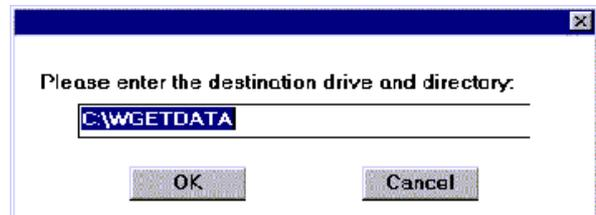

Bild 2 Dialogfenster "Zielverzeichnis"
4. Nach dem Start der Programminstallation öffnet sich wie in Bild 2 gezeigt ein weiteres Dialogfenster. Es zeigt das Zielverzeichnis, in dem die Getdata-Programmdateien auf Ihrem Rechner abgelegt werden können.
5. Wenn Sie die in Bild 2 gezeigte Vorgabe akzeptieren, klicken Sie auf die Schaltfläche **OK**. Falls die Dateien in einem anderen Verzeichnis oder auf einem anderen Laufwerk installiert werden sollen, klicken Sie auf das Textfeld und geben das Zielverzeichnis ein. Die Dateien werden dann im angegebenen Verzeichnis gespeichert.